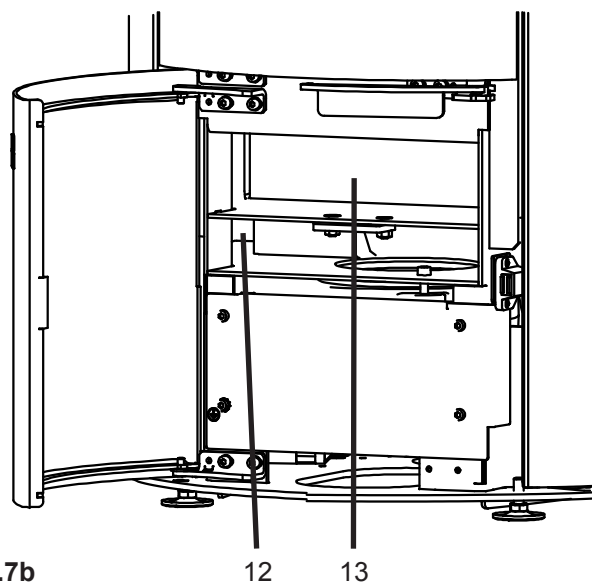

Fig.7b
- Le cendrier se trouve derrière la porte de visite. Pour nettoyer, défaire le verrou du cendrier pour sortir le cendrier vers l'avant. Nettoyer par la même occasion la partie qui se trouve sous le cendrier (voir Fig.7b).